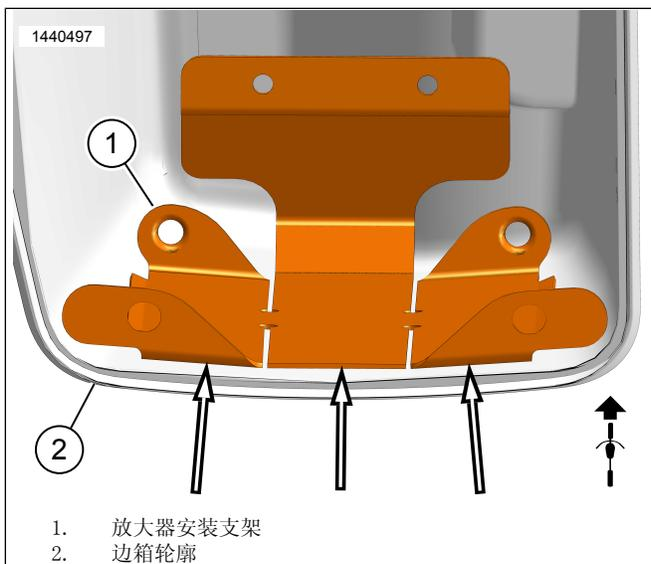

图6。边箱轮廓
- b. 参见图6。使用安装架(1)中的狭缝进行弯曲并使其适合边箱轮廓(2)而不摇动。这将确保更好的接触和胶带的粘附。此时不要剥落胶带。